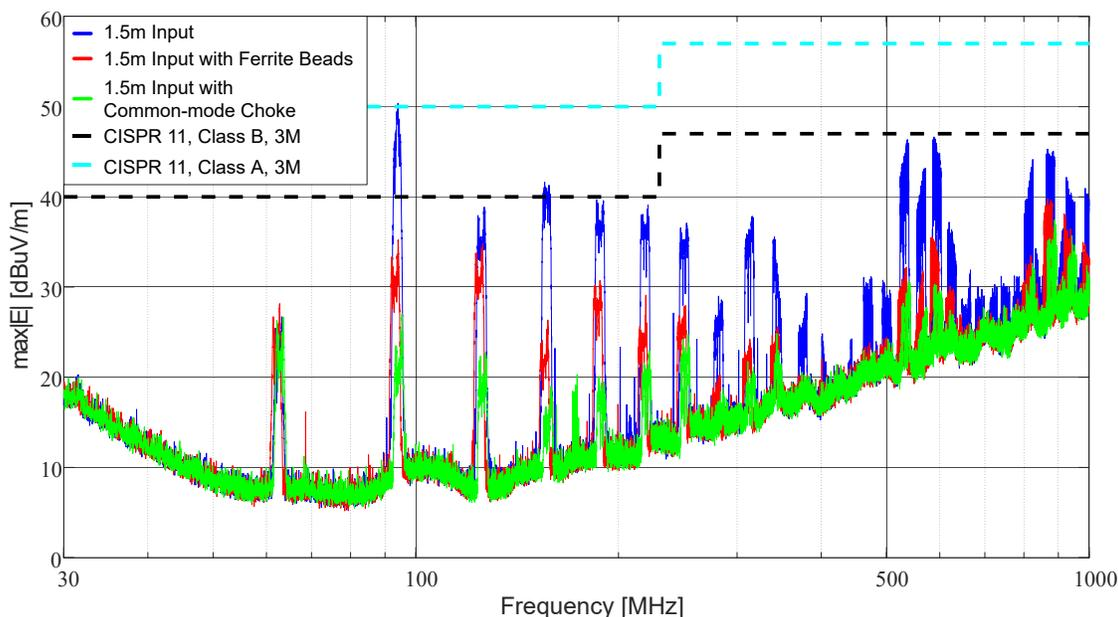
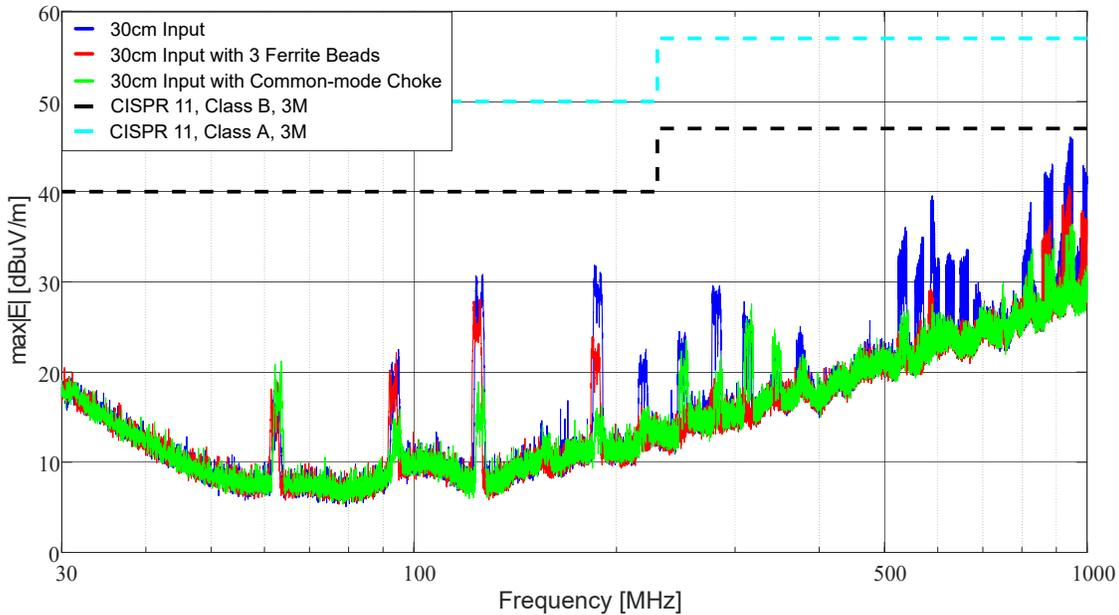

図 3-1. AMC3301EVM CISPR 11 測定、1.5m 入力
図 3-2. AMC3301EVM CISPR 11 測定、30cm 入力
| 図 3-1. AMC3301EVM CISPR 11 測定、1.5m 入力..... | 5 |
| 図 3-2. AMC3301EVM CISPR 11 測定、30cm 入力..... | 6 |
1.5m 入力および 30cm 入力に対してフェライトビーズまたはコモンモードチョークを追加する利点を示すには、それぞれ 図 3-1 と 図 3-2 を参照してください。これらのテストでは、ウルトエレクトロニクス (Würth Elektronik) の 74269244182 フェライトビーズと、村田製作所の DLW31SN222SQ2 コモンモードチョークを直列に入力接続に追加しました。
図 3-1 に、1.5m 入力の放射エミッションを示します。フェライトビーズやコモンモードチョークがない場合は青で示しており、CISPR 11 class B の制限に違反しています。フェライトビーズによる減衰の利点を赤、コモンモードチョークを緑で示しています。フェライトビーズとコモンモードチョークはどちらも、放射エミッションを大幅に減衰させるので、AMC3301EVM は CISPR 11 class B のテストに合格することが可能です。
図 3-2 に、30cm 入力の放射エミッションを示します。すべてのテスト ケースは、青色で示すようにフェライトビーズやコモンモードチョークを使用しない状況も含め、CISPR 11 class B のテストに合格しています。これは、この試験に合格するために追加の部品は必要ではないことを意味しており、減衰の利点を示すために、フェライトビーズを使用した測定結果を赤、コモンモードチョークを緑で表示しています。